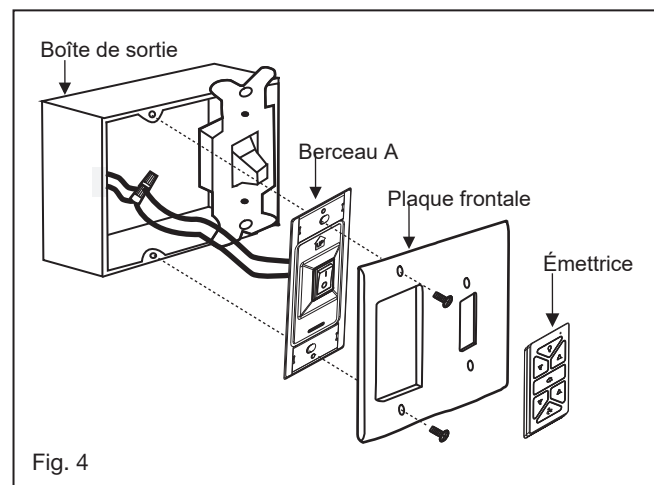

Fig. 4
- 2 Connectez les fils noirs du commutateur dans le berceau A aux fils noirs dans le boîtier de commutation. Fil d'entrée chaud vers l'un des fils du commutateur du socle. Le fil d'alimentation du ventilateur est connecté au fil de l'interrupteur restant. (Fig. 4)
Un flux d'air VERS LE HAUT déplace l'air plus chaud hors de la zone du plafond, comme le montre la figure 4. Cela vous permet de régler votre unité de chauffage sur un réglage plus frais sans affecter votre confort.